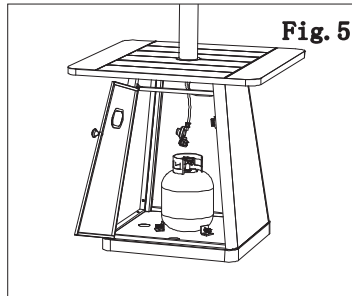

Fig. 5
2. Put the cylinder into the cylinder rack. See Fig 5.
2. Placez la bouteille dans le cadre de bouteilles. Voir Fig 5.